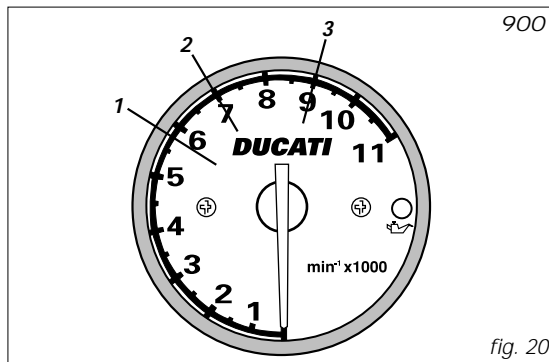

fig. 20
le régime de 5500÷6000 min-1 (900) (fig. 20).
le régime de 7000 min-1 (900) (fig. 20).
le régime de 9000 min-1 (900) (fig. 20).